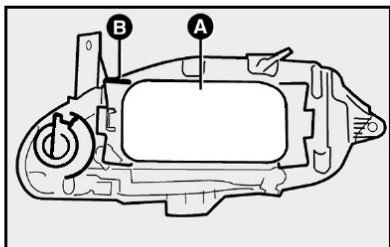
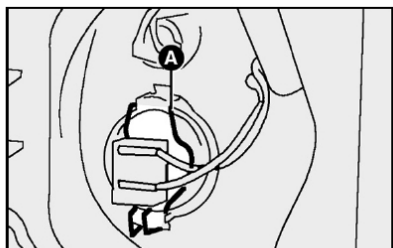

fig. 17
fig. 19
1) remover a tampa plástica **A** para ter acesso às lâmpadas deslocando a trava **B**-fig. 17;
3) retirar o porta-lâmpada pressionando as presilhas **A**-fig. 19 abrindo-as lateralmente;
6) reenganchar a presilha de fixação **A**-fig. 19 e reconectar a lâmpada, colocando por último a tampa plástica **A**-fig. 17.